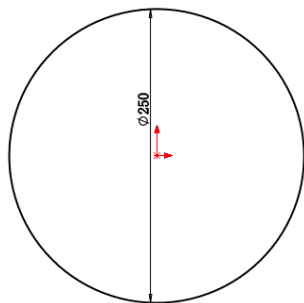

图 6-53 标注尺寸
(1) 新建文件。启动 SolidWorks 2012，选择菜单栏中的“文件”→“新建”命令，创建一个新的零件文件。
(2) 绘制帽子轮廓草图。在左侧的 FeatureManager 设计树中选择“前视基准面”作为绘图基准面。单击“草图”工具栏中的 (圆) 按钮，以原点为圆心绘制一个圆。
(3) 标注尺寸。选择菜单栏中的“工具”→“标注尺寸”→“智能尺寸”命令，或者单击“草图”工具栏中的 (智能尺寸) 按钮，标注步骤(2)中绘制圆的直径，如图 6-53 所示。